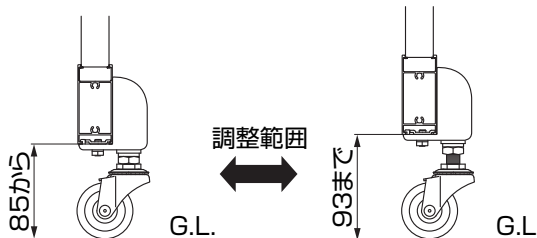

図9-3
- キャスターの高さ調整は図9-3の範囲で可能ですが、93mm以上にすると固定力不足で破損のおそれがあります。